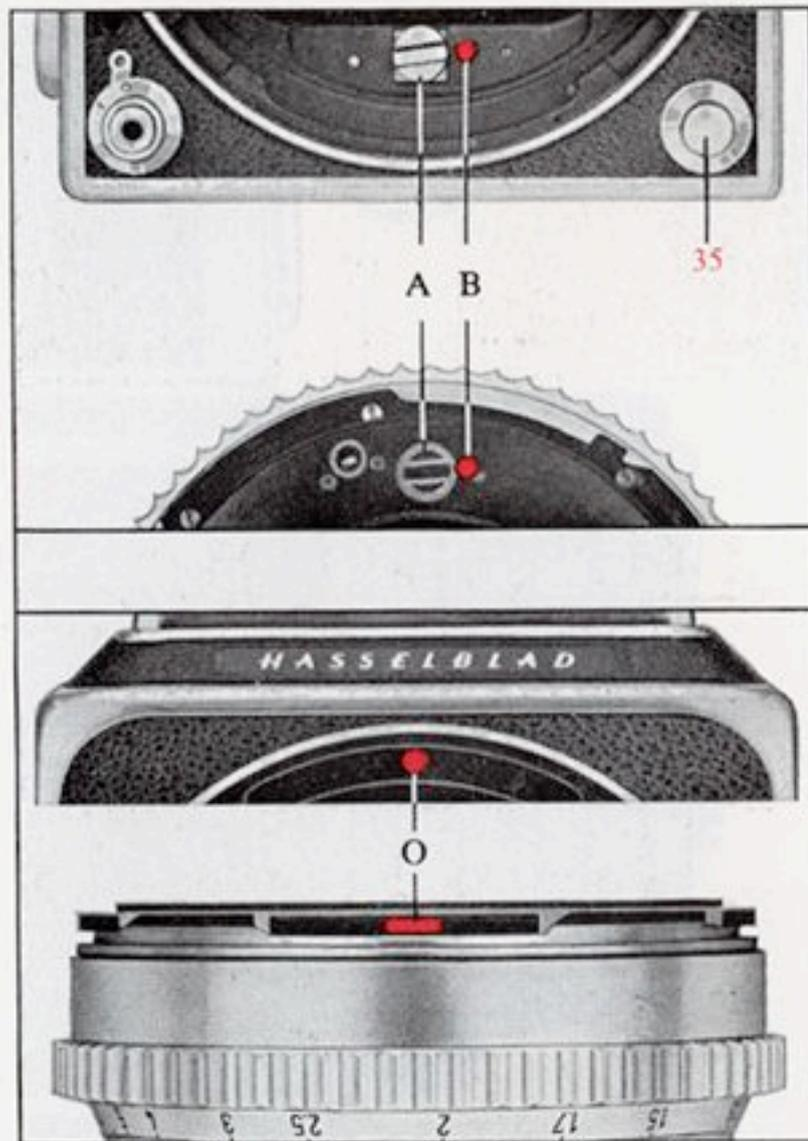

Fig. 14
Vergewissern Sie sich, dass beim Einpassen des Objektivs in die Bajonettfassung des Kameragehäuses die roten Markierungen (O) an Objektiv und Kameragehäuse (Fig. 14) einander direkt gegenüber liegen und drehen Sie dann im Uhrzeigersinn bis zum Anschlag.